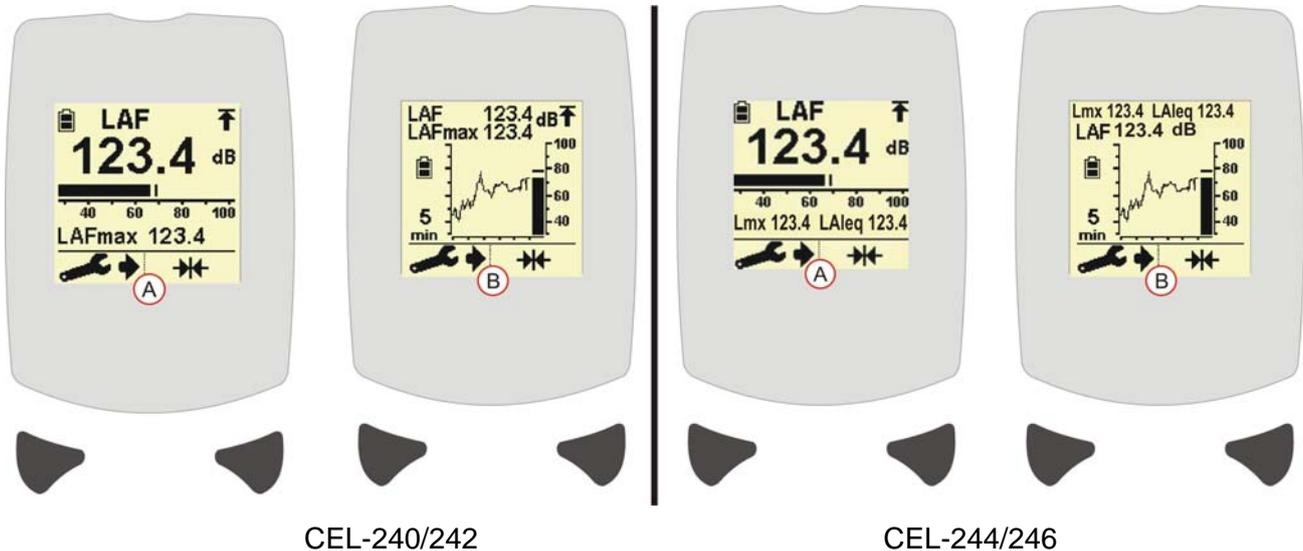

Abbildung 4 Balkendiagramm und Zeitbilanzanzeigen der CEL-200 Serie
4. Ein Balkendiagramm (siehe Abbildung 4 [A]) bzw. eine Zeitbilanzgrafik (siehe Abbildung 4 [B]) wird angezeigt. Beachten Sie INSTRUMENTENEINSTELLUNGEN, um Zeit- und Frequenzbewertungen zu ändern oder die Anzeige zu wechseln.
Die Hauptanzeige kann zwischen Balkendiagramm und Zeitbilanzgrafik schalten (siehe Abbildung 4 (A) und (B)), indem Sie die (B)-Taste drücken.